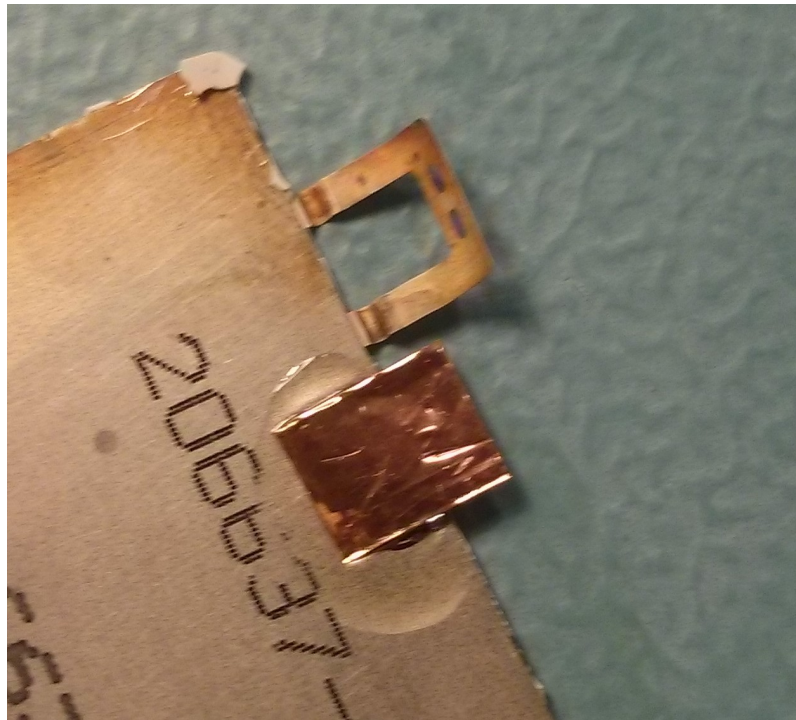

Figure 7: Tap placeret på celle, flux imellem
- Læg tap på, hold den med pincet (se fig 7)